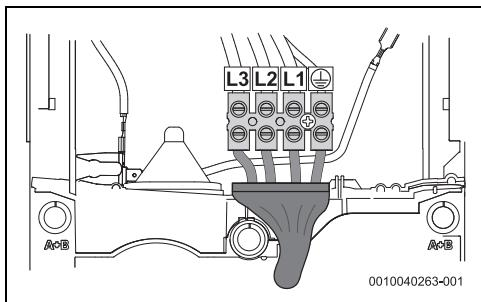

Rys. 41 Podłączenie od góry
- Podłączenie od góry (rys. 41)